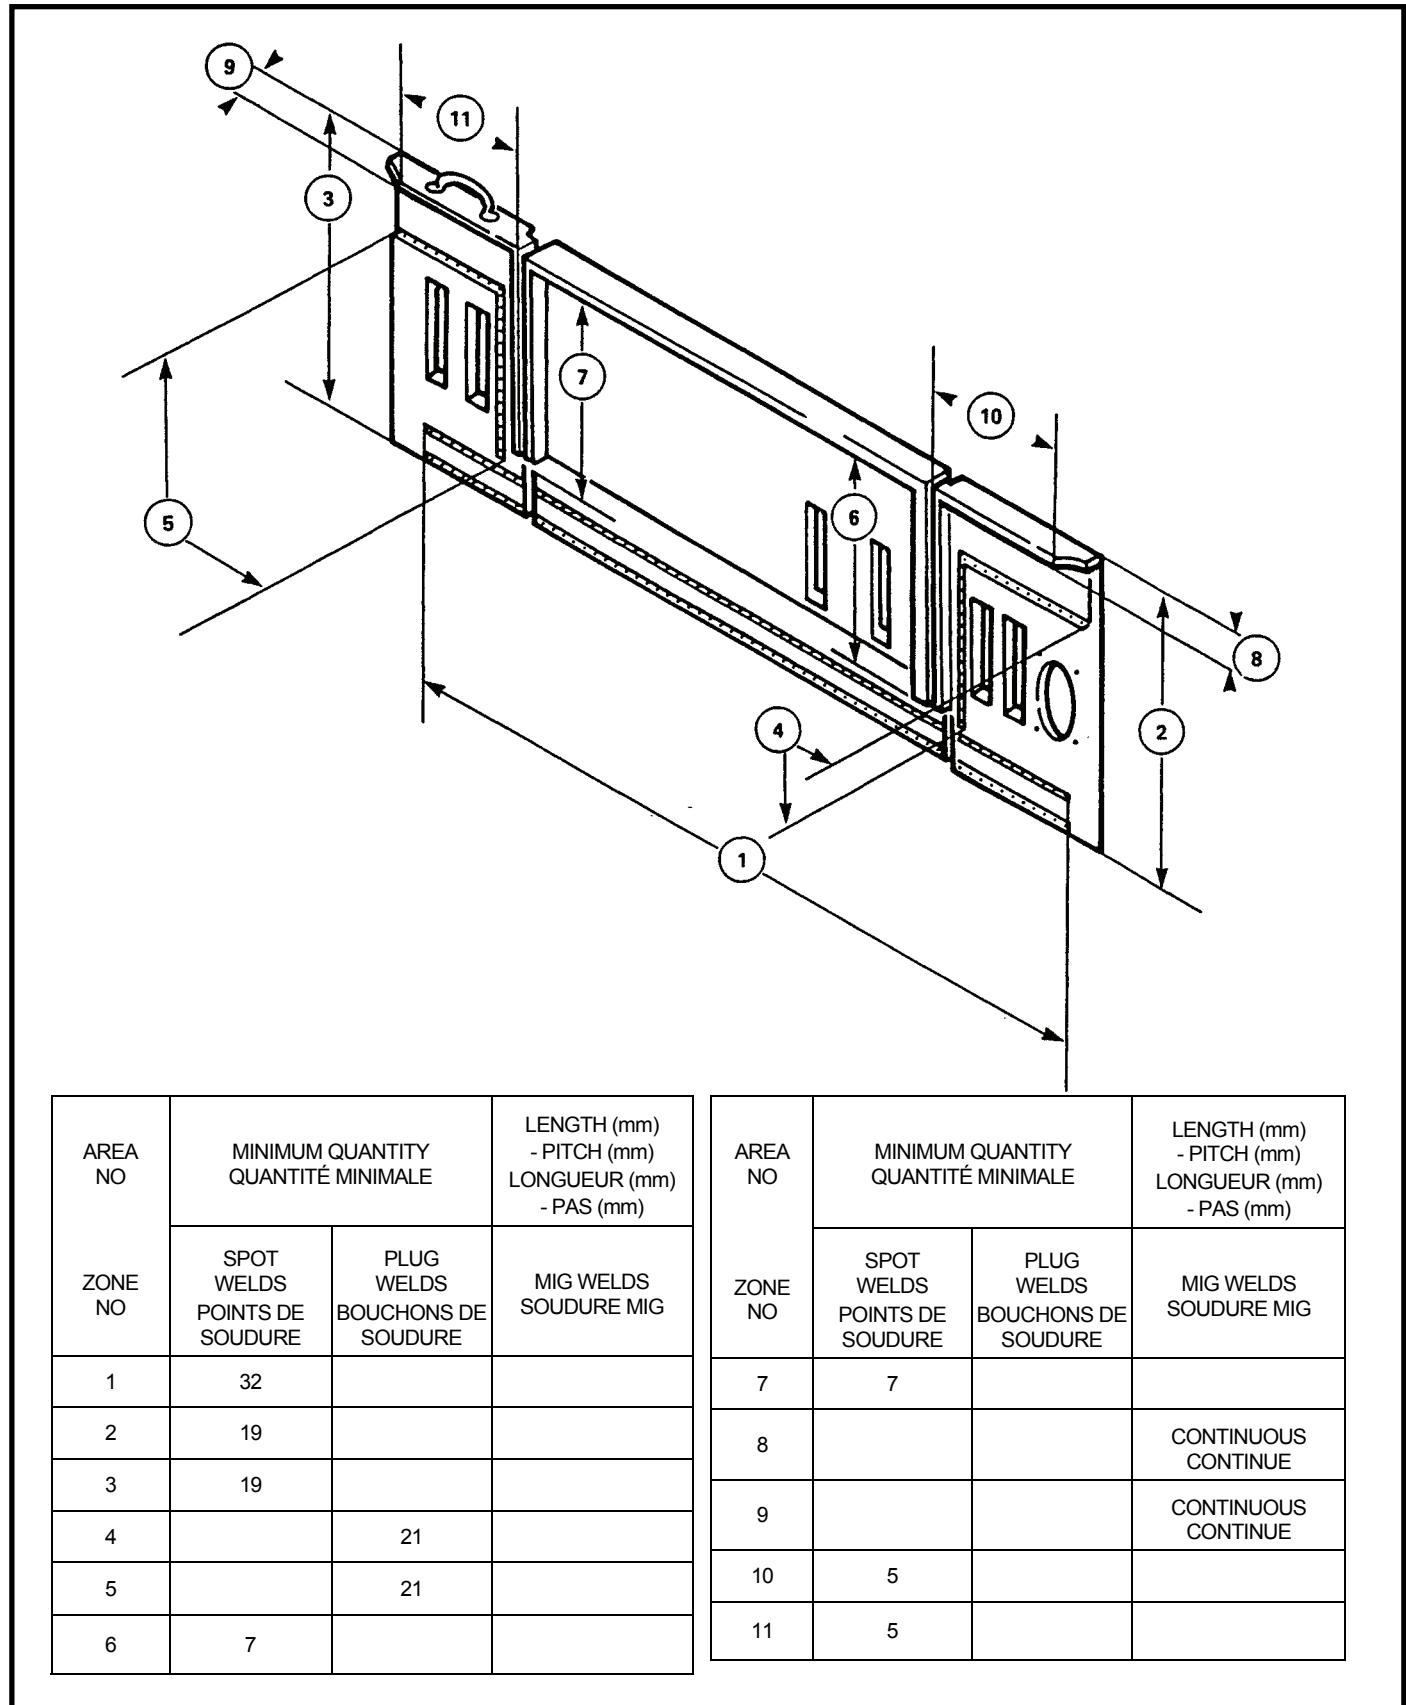

Figure 6-2-20 Rear Panel
e. Using a pneumatic chisel, chisel welds in areas 1 through 7, 10 and 11, see Figure 6-2-20.	e. Au moyen d'un burin pneumatique, sectionner les joints de soudure des zones 1 à 7, 10 et 11. Voir figure 6-2-20.
111. **Installation** — To install, see Figure 6-2-20 and proceed as follows:
111. **Installation** — Pour installer le panneau, voir figure 6-2-20 et procéder comme suit: